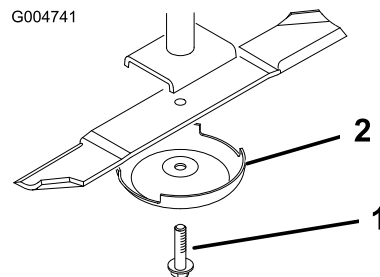

Figura 86
2. Afferrate l'estremità della lama con un cencio o un guanto bene imbottito. Togliete il bullone, la coppa antistrappo e la lama dall'asse del fusello (Figura 86).